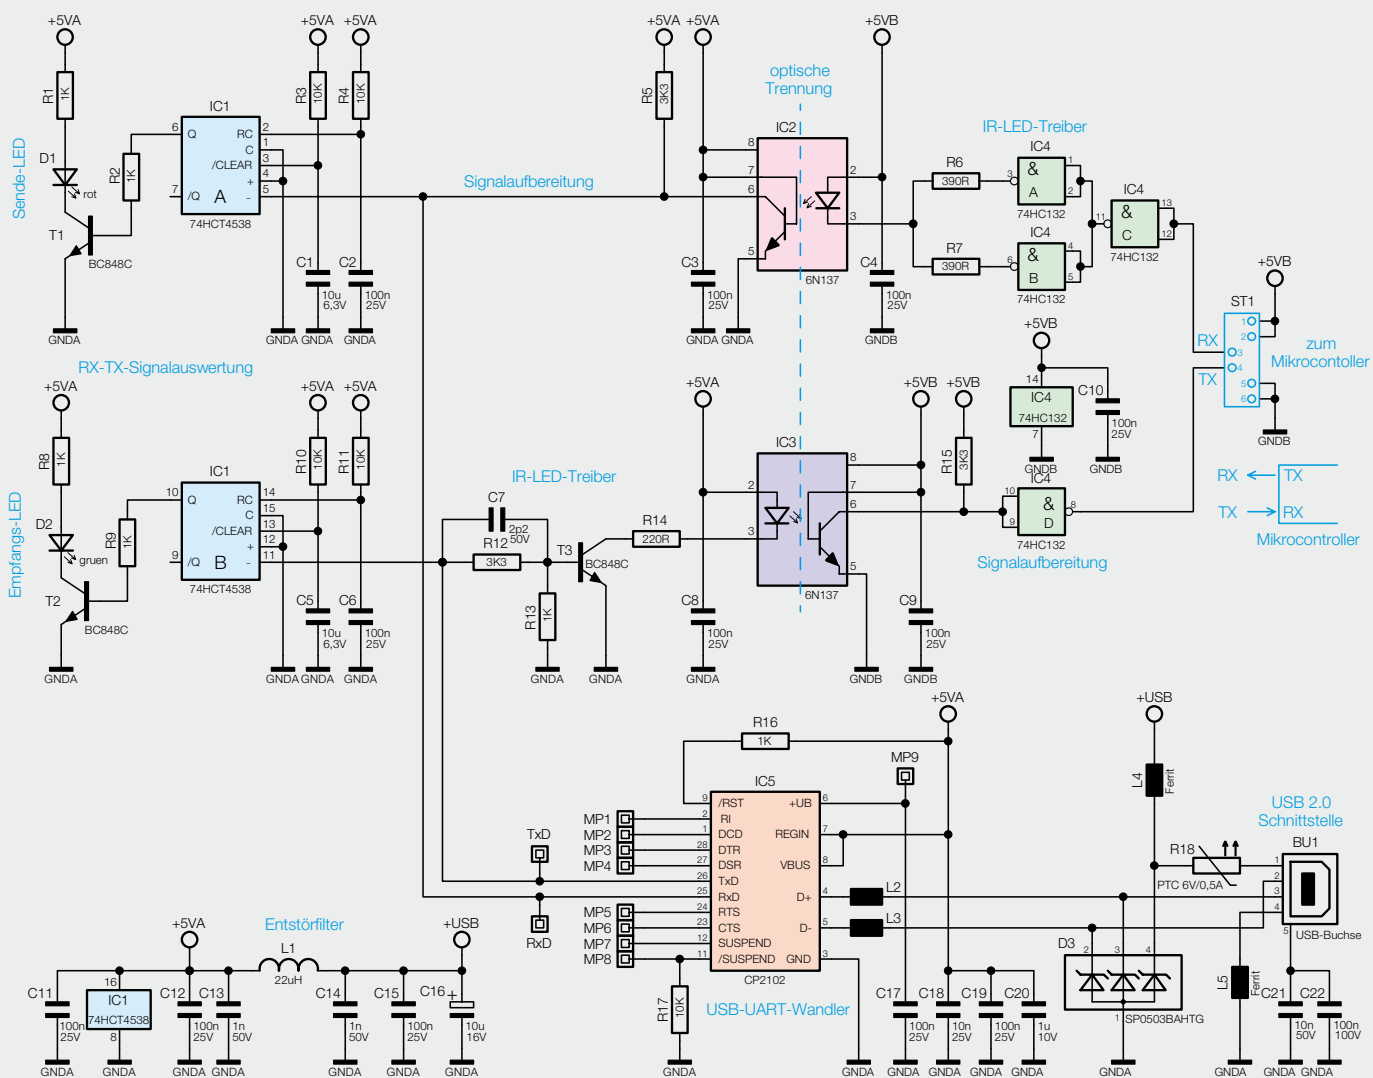

Bild 1: Die Schaltung des optisch isolierten USB-Moduls U02101
**Bild 1** zeigt die komplette Schaltung des U02102. Der Schnittstellenwandler IC5 vom Typ CP2102 übernimmt die gesamte Konvertierung der Datensignale. An Pin 4 (D+) und Pin 5 (D-) erfolgt der Anschluss an den USB-Port. Die beiden in diesen Datenleitungen liegenden Ferrite verbessern die elektromagnetische Verträglichkeit. IC-intern erfolgt dann die Umsetzung der differenziell ankommenden Datensignale in UART-Signale, die dann an den entsprechend bezeichneten Ausgängen (Pins 1, 2, 11 und 12 sowie 23–28) zur Verfügung stehen. Von Interesse sind hier aber nur die beiden Datensignale „RxD“ und „TxD“ an Pin 25 bzw. Pin 26. Die übrigen Datenleitungen sind zwar als Messpunkte (MP1–MP8) herausgeführt, werden hier allerdings nicht weiter benötigt.